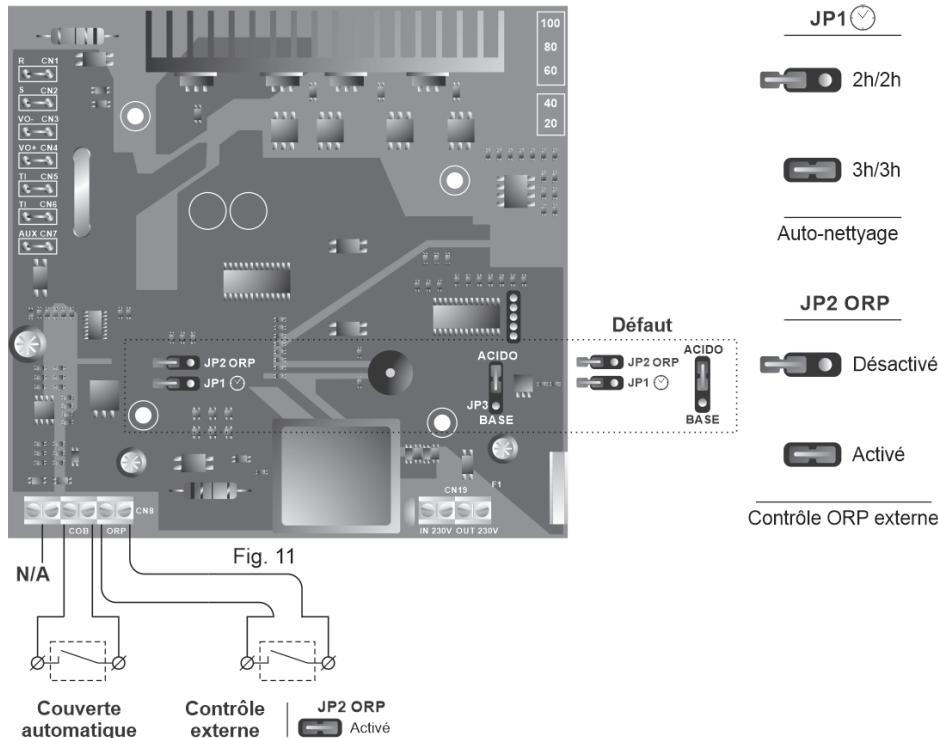

Fig. 11
- **Système d'AUTONETTOYAGE DES ÉLECTRODES :** la fréquence d'inversion peut être sélectionnée au moyen du jumper « JP1 » situé dans la carte de contrôle du système (Fig. 11). Cette configuration sera effective quand l'on déconnecte et reconnecte la source d'alimentation.